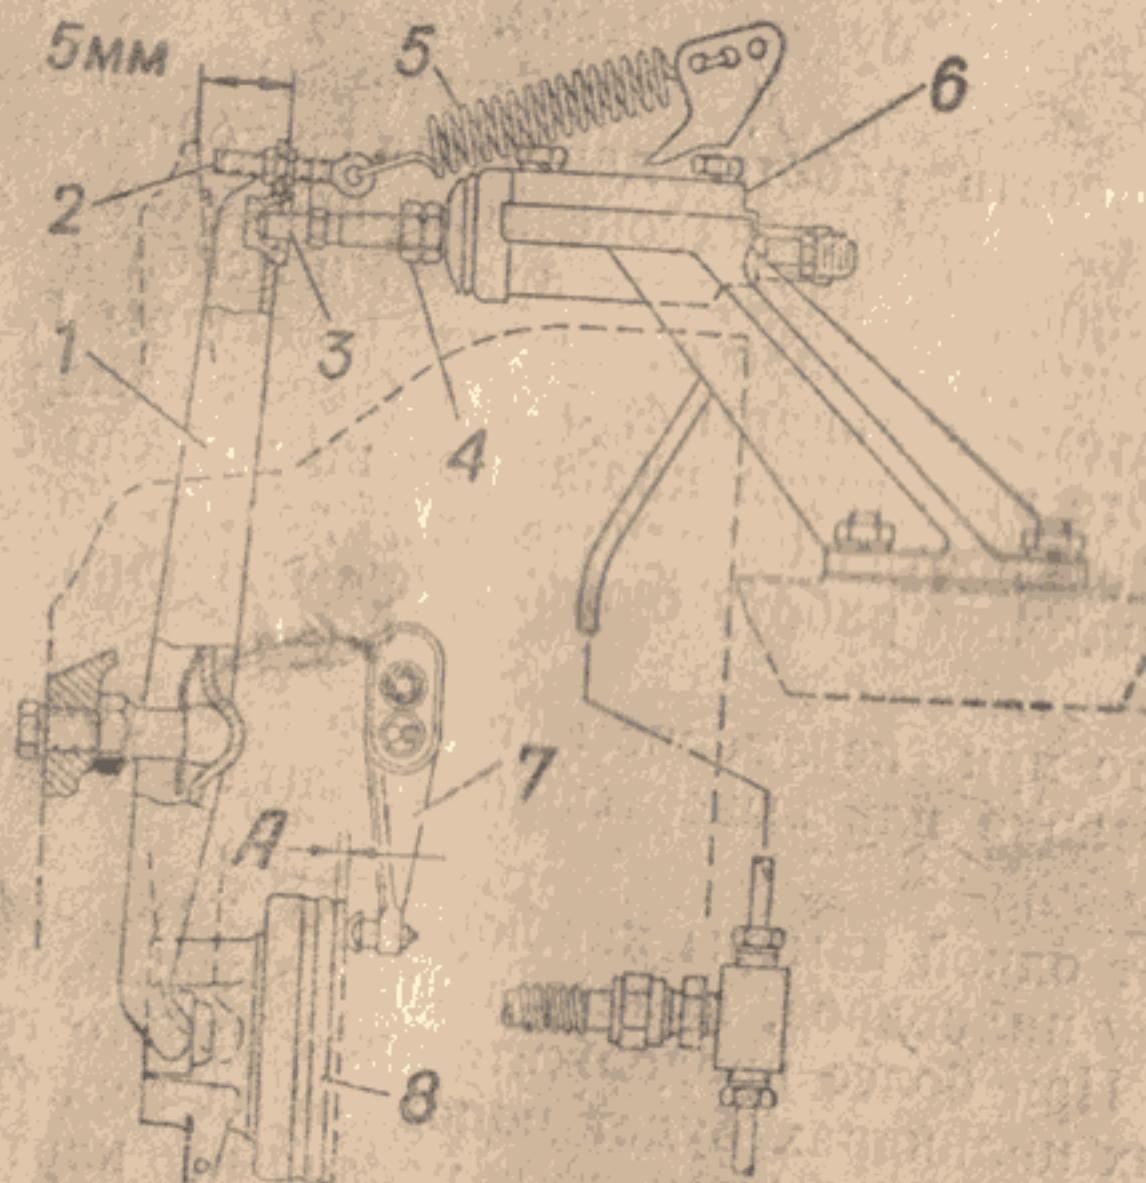

Рис. 7. Регулировка привода сцепления:
6.8.1. Отсоедините для большей чувствительности регулировки оттяжную пружину 5 (рис. 7) вилки.